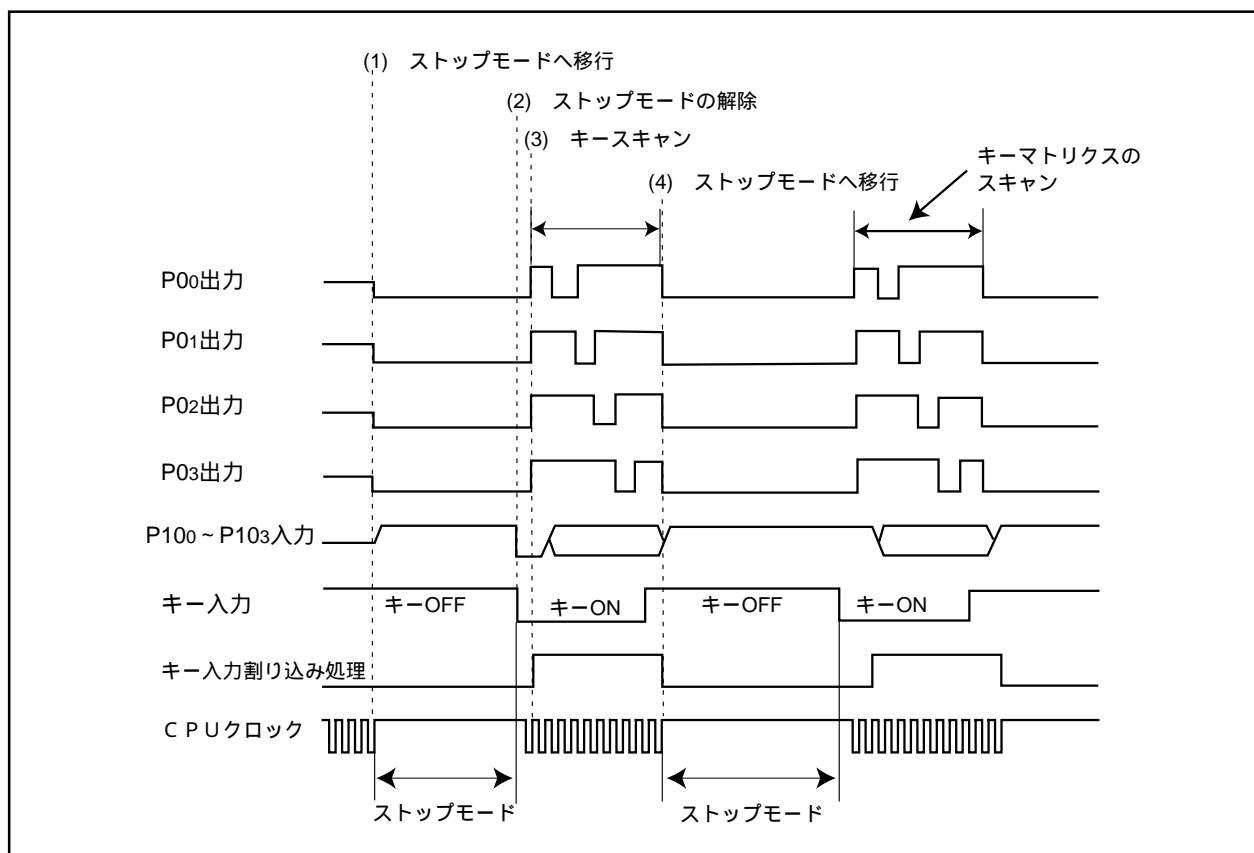
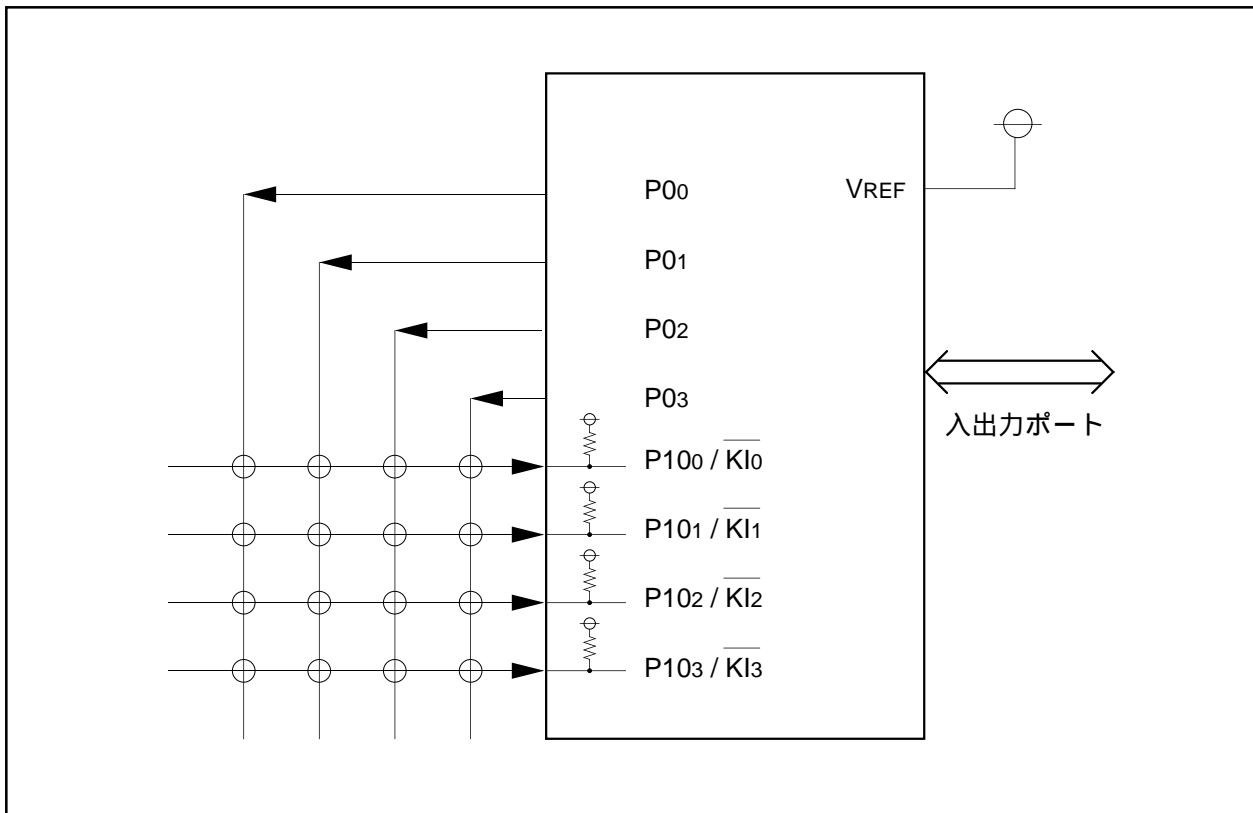
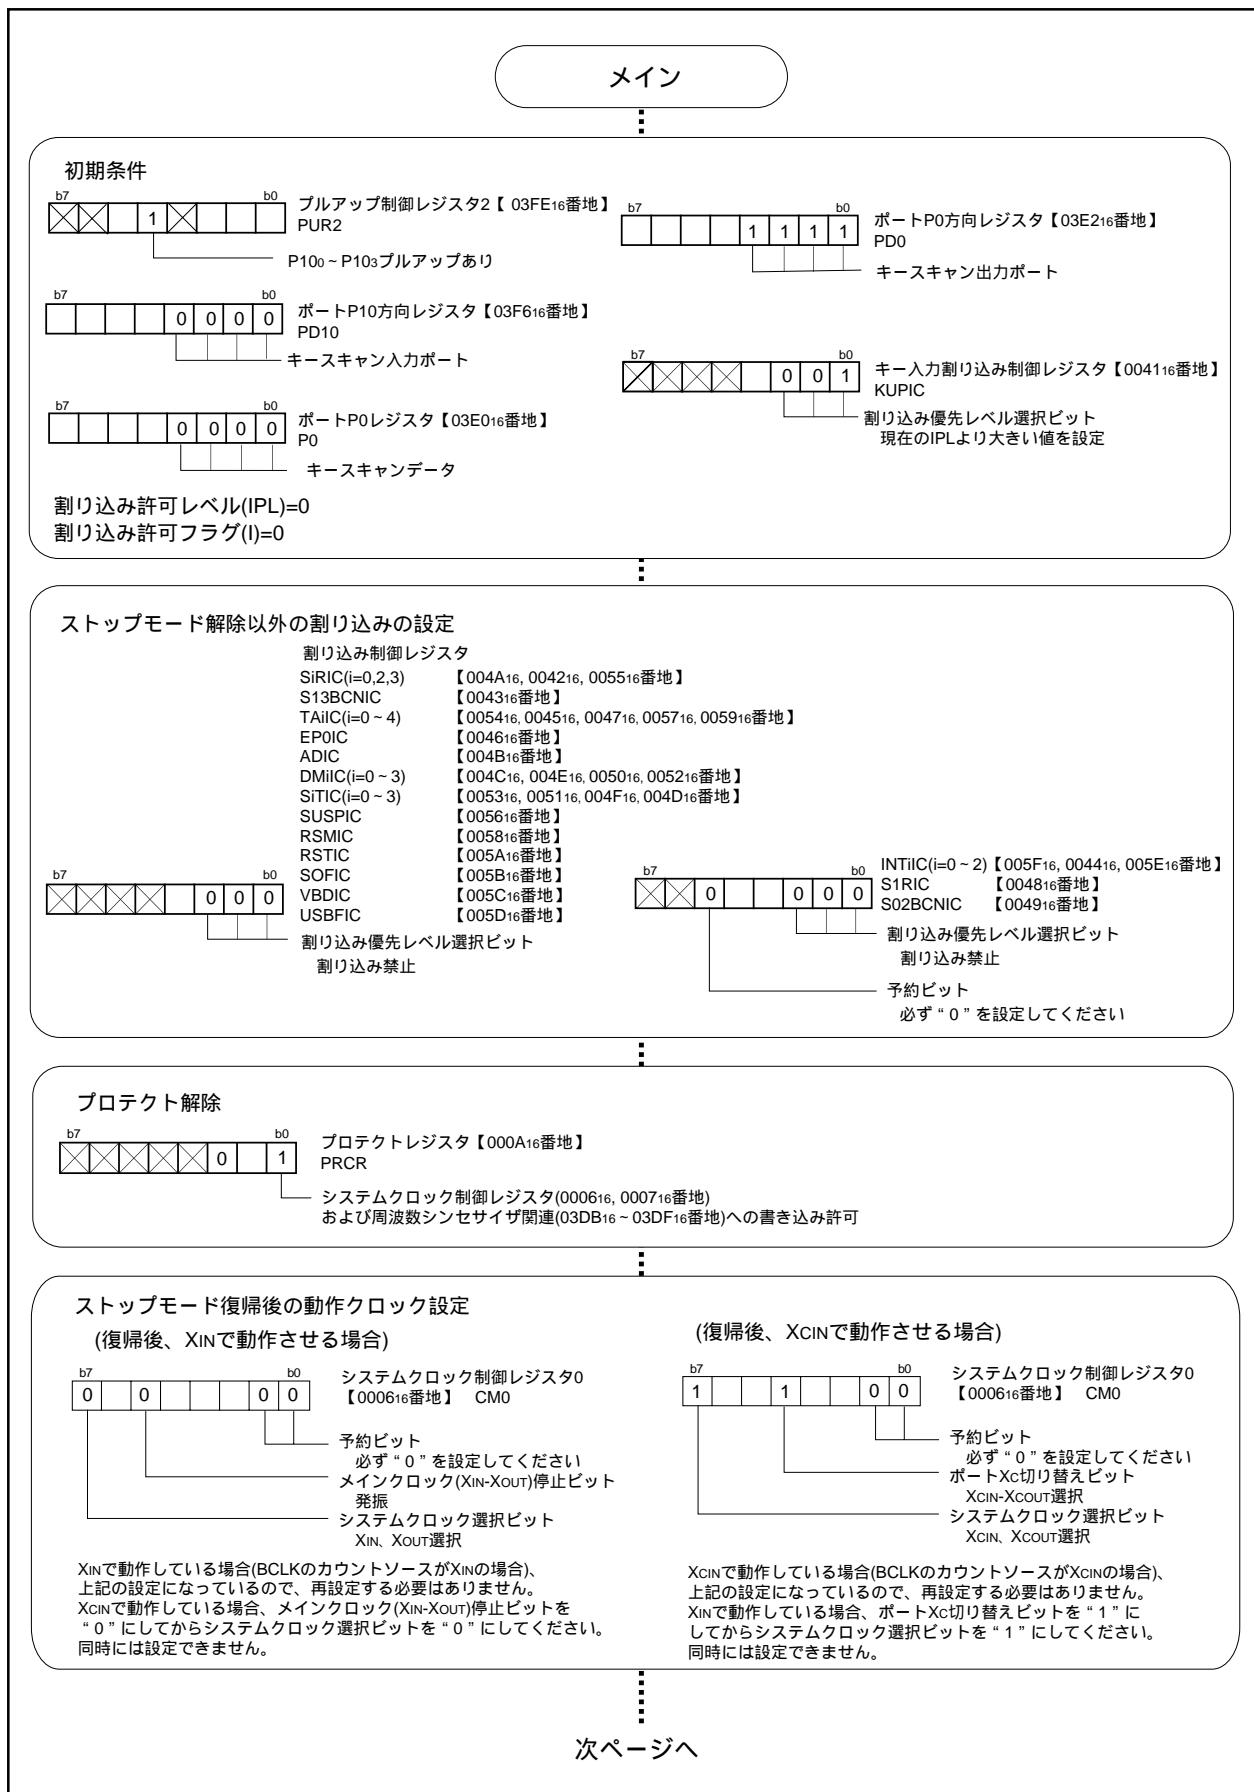
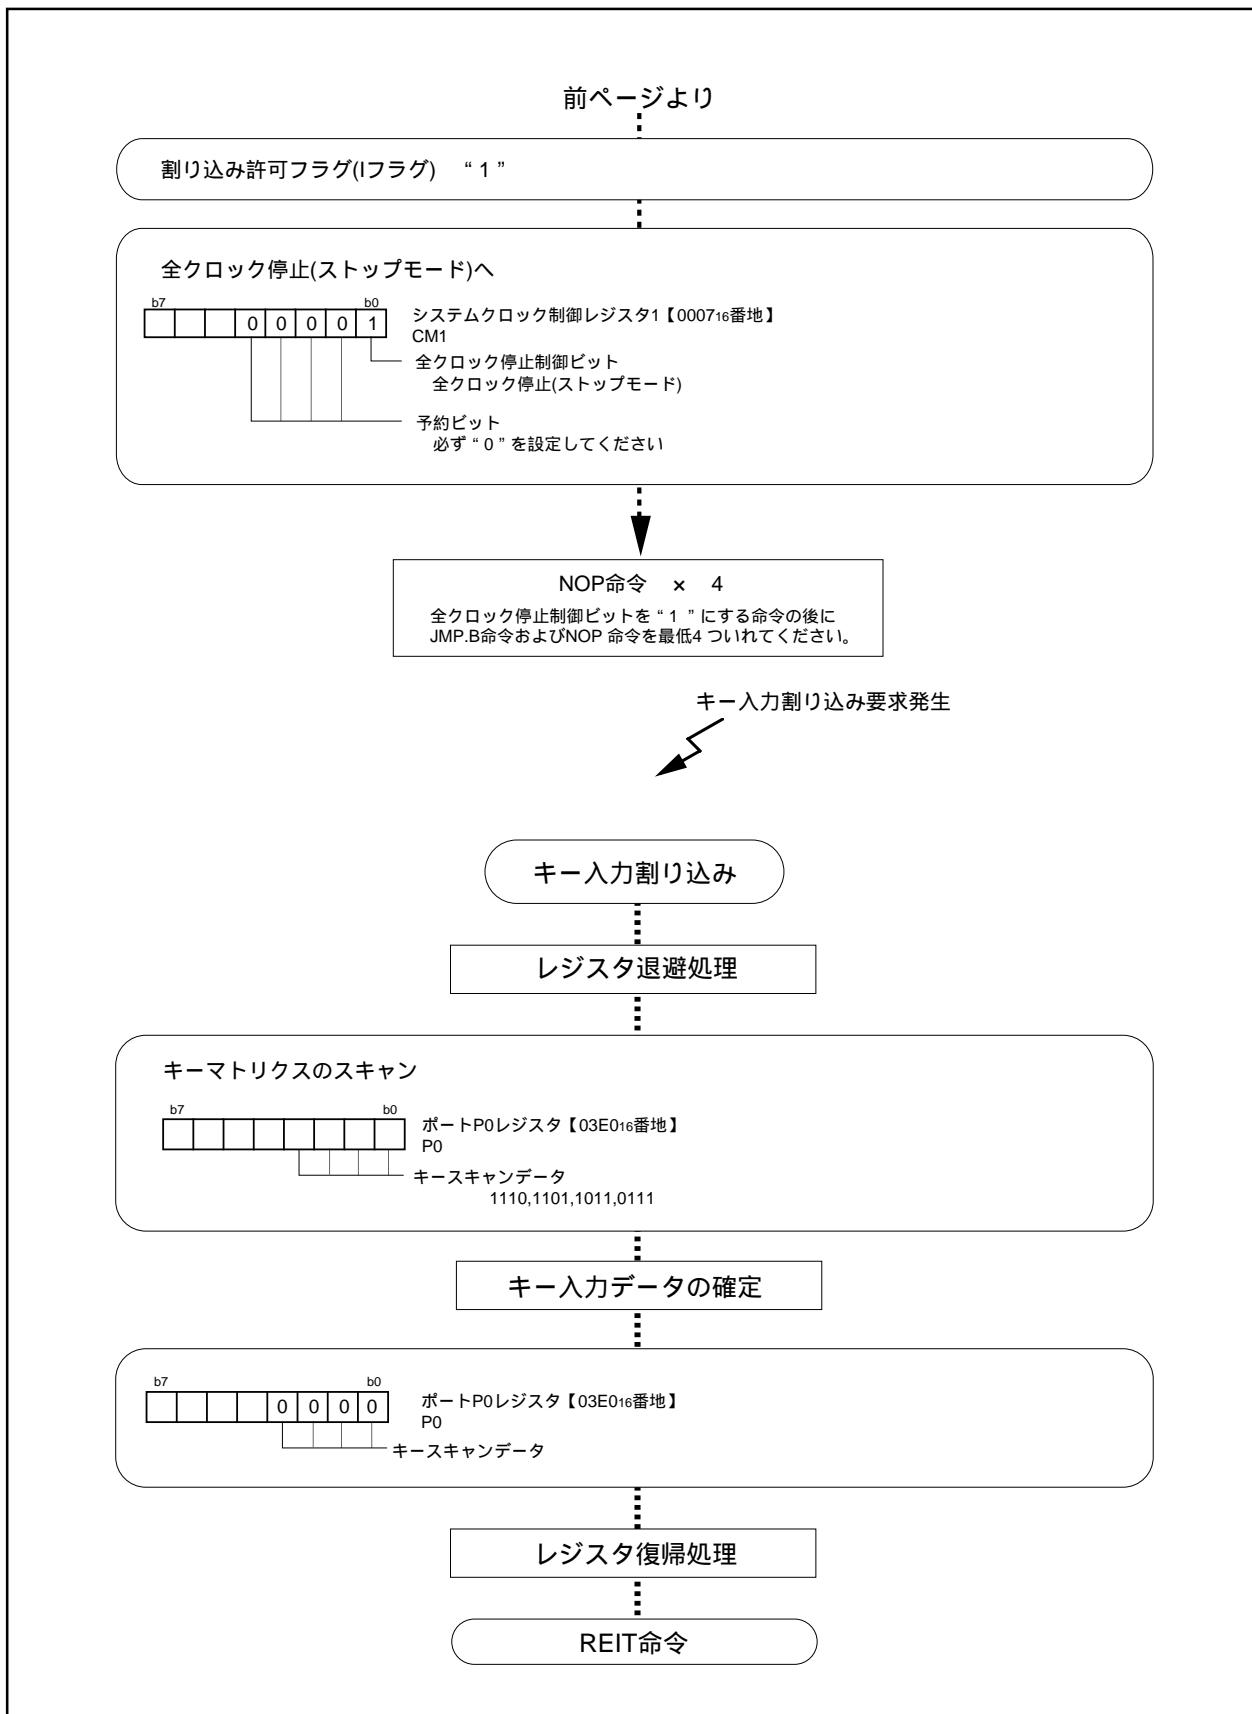

図3.8.1. ストップモードを使用したパワーコントロールの動作タイミング図
図3.8.2. 回路例
図3.8.3. ストップモードを使用したパワーコントロールの関連レジスタの設定手順(1)
図3.8.4. ストップモードを使用したパワーコントロールの関連レジスタの設定手順(2)
**概要** ストップモードを使用してパワーコントロールを行います。その動作タイミングを図3.8.1に、回路例を図3.8.2に、設定手順を図3.8.3、図3.8.4に示します。